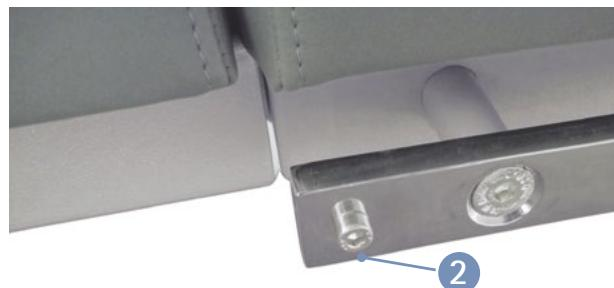

Abbildung 4-7: Sicherungsschrauben lösen und entfernen
- Die Sicherungsschrauben (siehe Abbildung 4-7) an den Enden der Normschienen mit einem Inbus-Schlüssel (M5x10, 8.8) eindrehen.